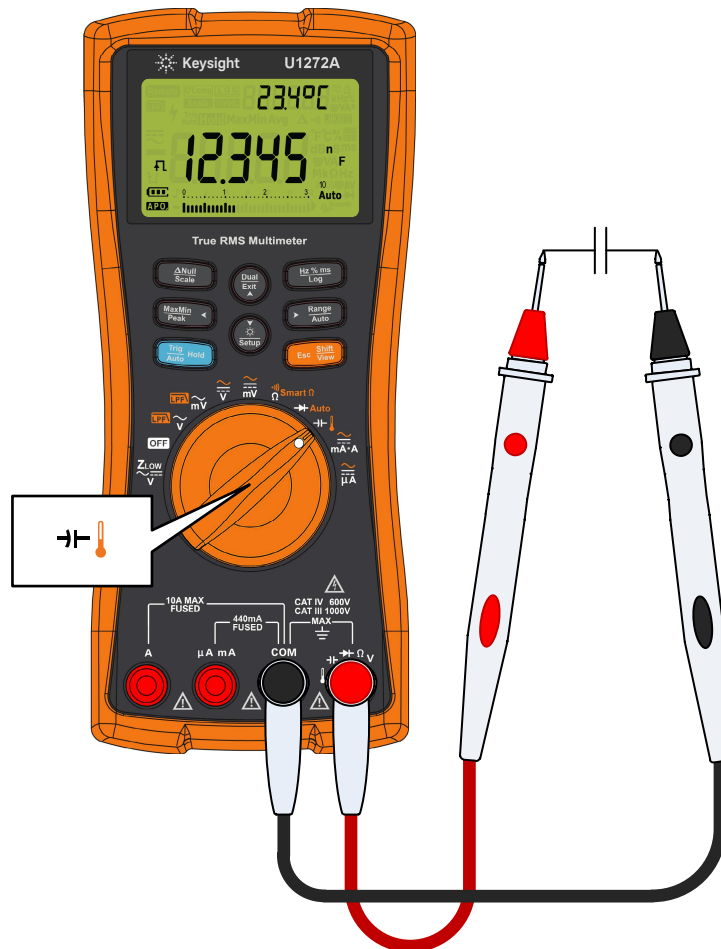

Figure 2-26 Mesure de capacité
- 1 Pour mesurer la capacité, placez le commutateur rotatif sur la position $\rightarrow \text{F}$ et configurez le multimètre conformément à la Figure 2-26.